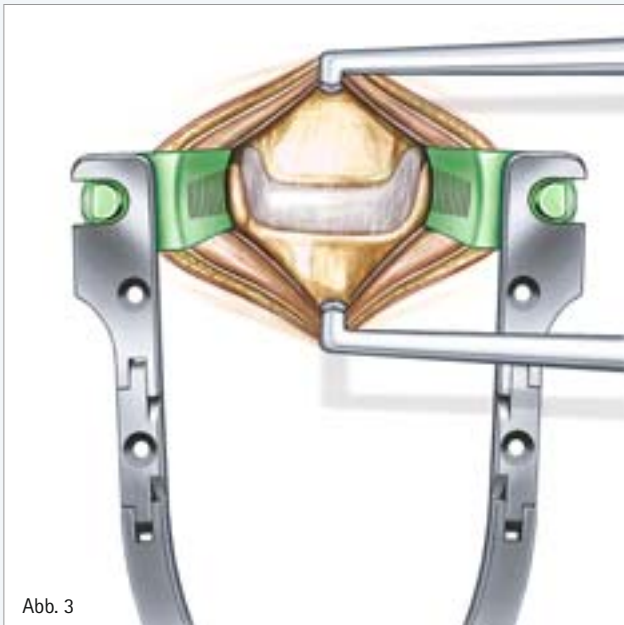

Abb. 3
- Die Distractionsschrauben werden positioniert und der CASPAR Distraktor aufgesetzt (Abb. 3).